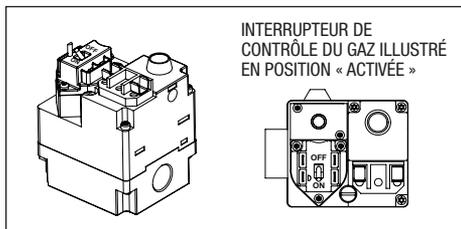

Figure 27. Vanne de gaz.
4. Attendre cinq (5) minutes avant d'essayer de démarrer l'appareil de chauffage.
5. Basculer le commutateur de la vanne de gaz pour l'activer. Voir la Figure 27.